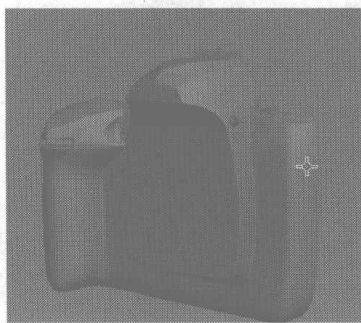

图 6.290
- 03** 利用球体来制作侧面的闪光灯开关即可,如图 6.290 所示。